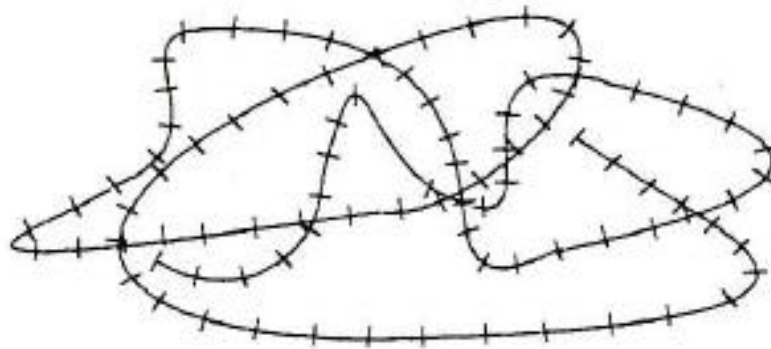

Figure 1 : Représentation de la chaîne d'un polymère linéaire
- *Celle des polymères linéaires (ou monodimensionnels)*, pour lesquels chaque chaînes macromoléculaire est constituée d'un nombre élevé mais fini d'unités monomères bivalents et une macromoléculaire linéaire peut être très schématiquement représentée par un trait continu divisé en intervalles figurant chacun une unité monomère (Figure 1) ; un ensemble de chaînes polymères est constitué d'entités de longueur variable, propriété désignée par le terme de polymolécularité ;